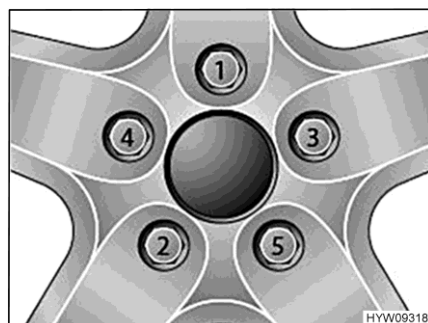

Fig. 143 Serrer en croix les écrous ou les boulons de roue
- Serrer les écrous ou les boulons de roue dans l'ordre indiqué à la Fig. 143. Utiliser pour ce faire une clé dynamométrique et respecter le couple de serrage prescrit (voir paragraphe 14.5).
- Vérifier régulièrement le serrage des écrous ou des boulons de roues. Resserrer tous les écrous ou les boulons de roue 50 km après le changement d'une roue. Respecter l'ordre indiqué à la Fig. 143.
- Si des jantes neuves ou repeintes sont utilisées, alors resserrer les écrous ou les boulons de roue une fois de plus après env. 1000 à 5000 km. Respecter l'ordre indiqué à la Fig. 143.